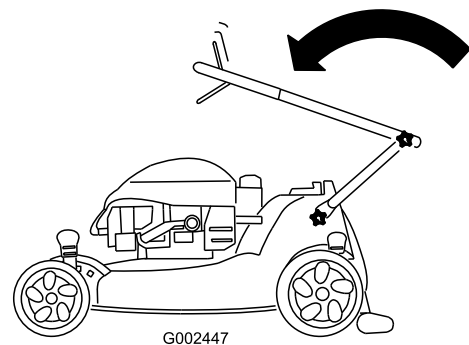

Figura 41
2. Pliegue hacia adelante la sección superior del manillar (ver Figura 41).